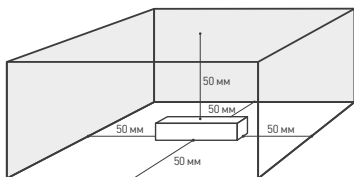

Рис. 1. Свободное пространство вокруг источника.
- 4.2. Для естественной вентиляции обеспечьте не менее 50 мм свободного пространства вокруг источника питания, как изображено на Рис. 1. При невозможности обеспечить свободное пространство используйте принудительную вентиляцию.